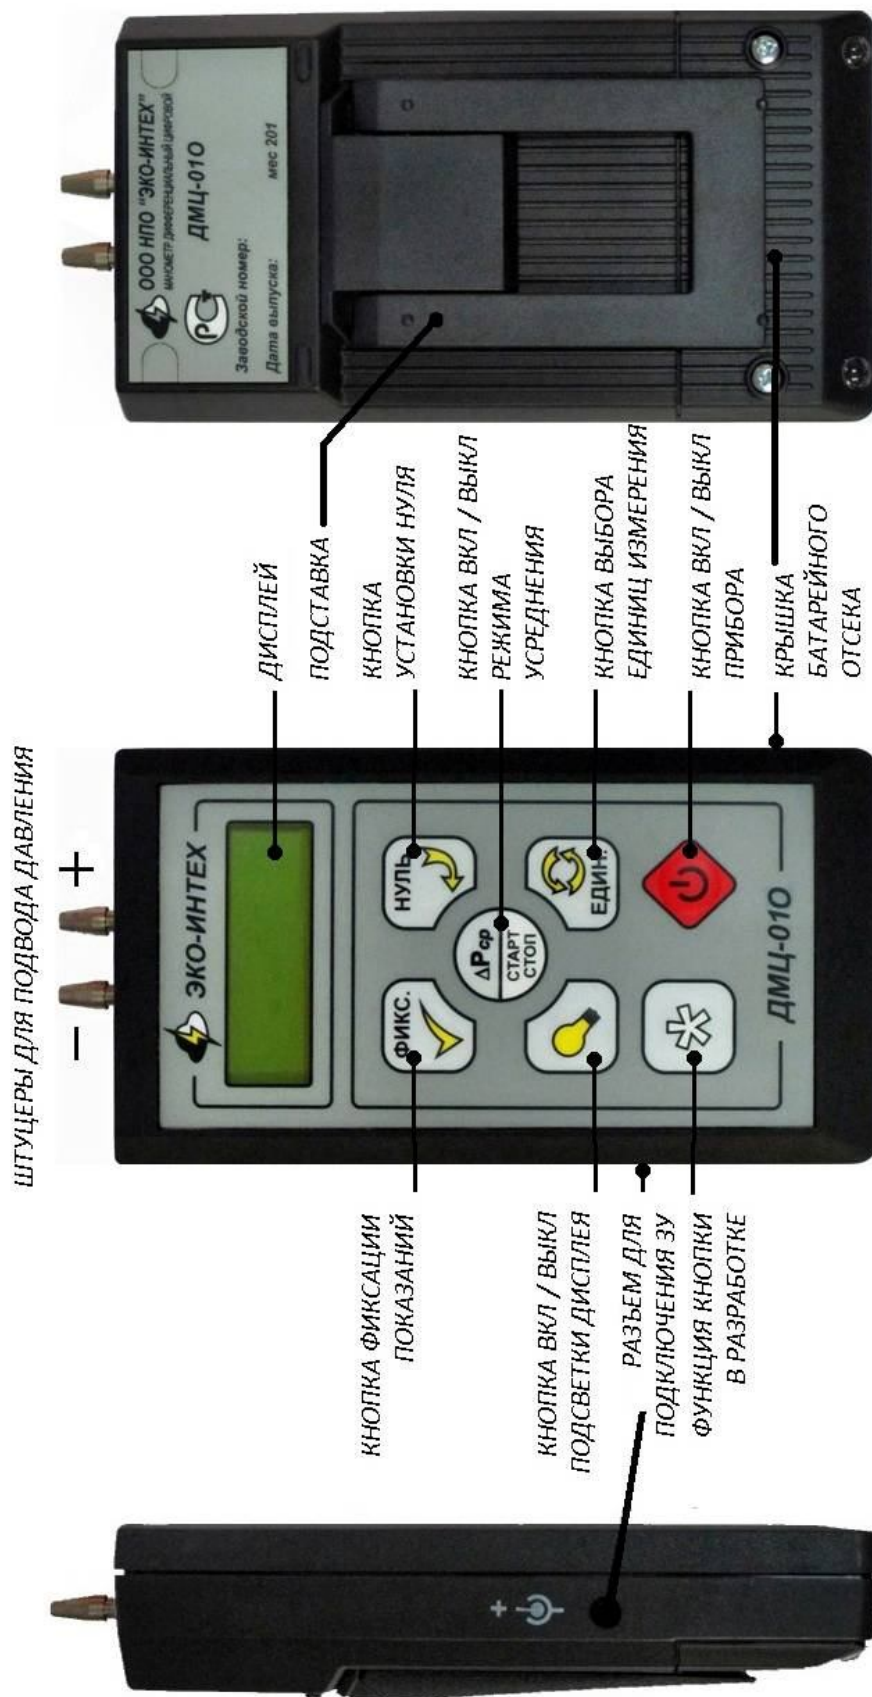

Рис. 1. Дифференциальный манометр цифровой ДМЦ-010
4.1. Прибор состоит из четырех основных функциональных частей: полупроводникового датчика дифференциального давления, аналого-цифрового преобразователя, микропроцессора и панели управления работой прибора. Прибор собран в пластмассовом корпусе (рис. 1), на лицевой стороне которого расположены жидкокристаллический дисплей и панель со следующими функциональными кнопками управления работой прибора: